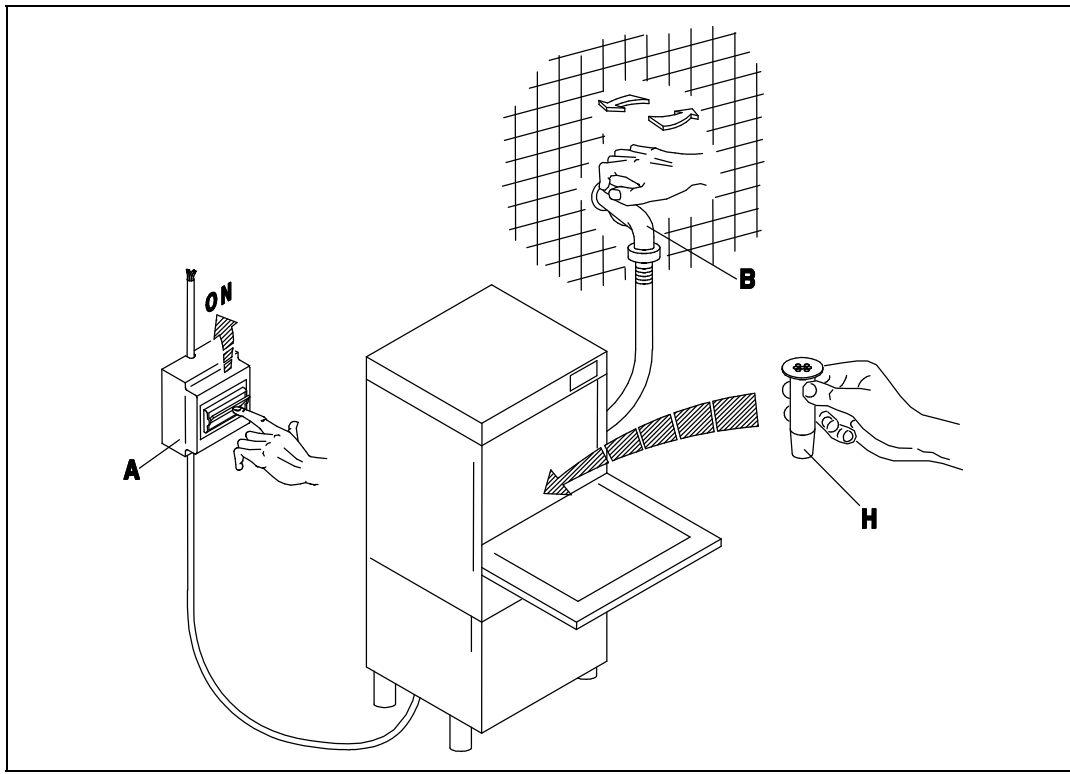

Рис. 3-1
- Откройте водопроводный кран (B) и включите общий выключатель (A). Поверните выключатель на ВКЛ (1) прибора. Загорится световой индикатор (A), указывая, что питание машины включено. После закрытия дверцы прибор наполняется водой. После его наполнения нагревательные элементы бака и бойлера поочередно подключаются в автоматическом режиме. Когда элементы подключены, световые индикаторы (D) и (E) горят. Когда оба световых индикатора погаснут, это указывает на то, что вода достигла заданной температуры и прибор готов к началу цикла мойки. (рис. 3-1÷3-2)
- Turn on the water tap (B) and switch on the master switch (A). Turn the appliance ON switch (1), which will cause the warning light (A) to illuminate, indicating that the machine is live. When the door is closed the appliance fills with water. When it is full, the tub and boiler heating elements come on automatically in alternation. When the elements are activated, the warning lights (D) and (E) are illuminated. When both warning lights go out the water has reached the set temperature and the appliance is ready to begin the washing cycle. (fig. 3-1÷3-2)
- Öffnen Sie den Wasserhahn (B) und betätigen Sie den Hauptschalter (A). Beim Betätigen des Hauptschalters (1) am Geschirrspüler wird die Anzeige (A) aufleuchten, an der Sie erkennen können, daß die Maschine unter Spannung steht. Bei geschlossener Tür läuft Wasser in die Maschine; ist die nötige Wassermenge einmal erreicht, so schalten die Widerstände des Spülbehälter und des Boilers automatisch, eines nach dem anderen, ein. Der Betrieb der Widerstände wird durch das Aufleuchten der Anzeigen (D) und (E) erkennbar. Beide Leuchtanzeigen erlöschen, wenn das Wasser eine vorbestimmte Temperatur erreicht hat, d. h. wenn die Maschine betriebsbereit ist. (fig. 3-1÷3-2)
- Ouvrir le robinet (B) et insérer l'interrupteur général (A). Ouvrir l'interrupteur principal de l'appareil (1), le voyant (A) s'allumera ce qui signifie que la machine est branchée. L'appareil se remplit d'eau avec porte fermée et à la fin du chargement les éléments chauffants de la cuve et du boiler entrent automatiquement en action en alternance. Les voyants (D) et (E) s'allument quand les éléments chauffants fonctionnent. Les deux voyants s'éteignent dès que l'eau a atteint la température programmée et l'appareil est prêt pour commencer le lavage. (fig. 3-1÷3-2)
- Abrir el grifo del agua (B), conectar el interruptor general (A). Activar el interruptor principal del aparato (1); el encendido de la luz testigo (A) indica que la máquina está en tensión. Con puerta cerrada el aparato se llena de agua y cuando la carga esté terminada se conectarán automáticamente las resistencias del tanque y de la caldera en la alternación. El funcionamiento de las resistencias es señalado por el encendido de las luces indicadoras (D) y (E). Cuando ambas luces se apaguen, el agua habrá alcanzado la temperatura programada y el aparato estará listo para empezar el lavado. (fig. 3-1÷3-2)
- Abrir a torneira de água (B), acionar o interruptor geral (A). Acionar o interruptor principal do aparelho (1), a luz (A) se acende evidenciando que a máquina esta sob tensão. Uma vez fechada a porta se enche de água e no final, as resistencias do cuba e do boiler começam a funcionar automaticamente na alternação. As luzes (D) e (E) indicam o funcionamento das duas resistencias. Quando ambas se apagarem é porque a temperatura alcançou seu nível desejado e a máquina estará pronta para iniciar a lavagem. (fig. 3-1÷3-2)
- Draai de waterkraan (B) open en schakel de hoofdschakelaar (A) in. Schakel de hoofdschakelaar van het apparaat (1) in waarna het lampje (A) gaat branden waaruit blijkt dat de machine onder stroom staat. Als de deur dichtgedaan wordt, loopt het apparaat vol met water en na afloop van het vollopen worden de verwarmingselementen van de kuip en van de boiler automatisch ingeschakeld in de afwisseling. De werking van de verwarmingselementen blijkt uit het feit dat de lampjes (D) en (E) gaan branden. Als allebei de lampjes uitgaan dan heeft het water de ingestelde temperatuur bereikt en is het apparaat klaar om met het afwasprogramma te beginnen. (Afb. 3-1 - 3-2)
- По завершении цикла забора воды откройте дверцу (I), разместите полную корзину (L) и закройте дверцу (I). Выберите соответствующий цикл мойки, нажав кнопку (4) (короткий цикл (II) кнопка нажата ÷ длинный цикл (I) кнопка не нажата). Затем нажмите кнопку ЗАПУСК (3) и запустите цикл мойки, обозначенный световым индикатором (C). По завершении цикла световой индикатор погаснет. Чтобы выключить прибор, поверните выключатель (1) в положение (0). Световой индикатор (A) указывает, что прибор выключен. (Рис.3-1÷3-3).
- Lorsque le remplissage est terminé, ouvrir la porte (I), introduire le panier (L) plein et fermer la porte (I). Sélectionner ensuite le cycle de lavage en actionnant le bouton-poussoir (4) (cycle court (II) touche enfoncée ÷ cycle long (I) touche relâchée). A ce stade, presser le bouton-poussoir START (3) et le cycle de fonctionnement commencera, visualisé par la lampe-témoin (C). La fin du cycle coïncide avec l'extinction de ce voyant. Pour arrêter la machine, il faudra débrancher l'interrupteur (1) en le ramenant sur la position (0): lampe-témoin (A). (Fig.3-1÷3-3).
- Después del llenado, abra la puerta (II), introduzca el cesto (L) carga y cierre la puerta (I). Seleccione el ciclo de lavado por medio del selector (4) (ciclo breve (I) tecla pulsada ÷ ciclo largo (0) tecla soltada). Pulse ahora START (3) para arrancar el ciclo de trabajo: se enciende la luz testigo (C), que se apagará al final del ciclo. Para apagar la máquina desconecte el interruptor (1) posición 0, luz testigo (A) apagada. (Fig.3-1÷3-3).
- Doe na het vollopen de deur open (I) en doe de beladen korf (L) erin en doe de deur (I) dicht. Stel het afwasprogramma in door op de knop (4) te drukken (kort programma (II) toets ingedrukt – lang programma (I) toets losgelaten). Druk nu op de START knop (3) waarna het afwasprogramma zal beginnen dat aangegeven wordt door het controlelampje (C): het einde van het programma valt samen met het uitgaan van dit lampje. Om de machine uit te schakelen moet u de schakelaar (1) uitschakelen door hem op de stand (0) te zetten, lampje (A) uit (Afb. 3-1 ÷ 3-3).